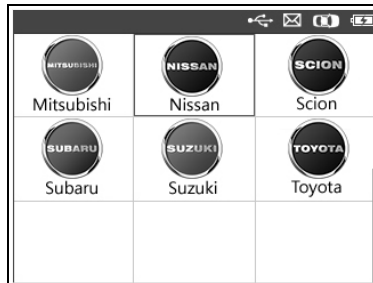

Abbildung 4.2
- 3) Wählen Sie aus dem Bildschirm der Fahrzeugmodelle die Marke aus und drücken Sie die Taste **Y**. (Abbildung 4.2)